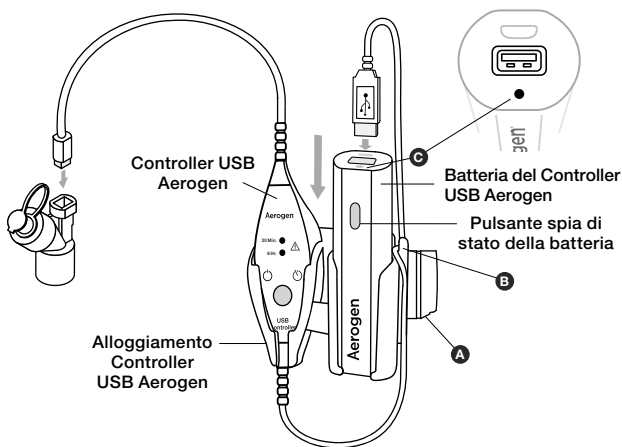

Figura 8. Montaggio alloggiamento e batteria del Controller USB Aerogen
2. Collegare l'alloggiamento del Controller USB Aerogen alla staffa di montaggio universale (Punto A) come mostrato nella Figura 8.
5. Far scorrere il Controller USB Aerogen dall'alto verso il basso nella sezione sul lato sinistro dell'alloggiamento del Controller USB Aerogen e la batteria del Controller USB Aerogen verso il basso nella sezione sul lato destro dell'alloggiamento del Controller USB Aerogen come mostrato nella Figura 8. Assicurarsi che il logo Aerogen sulla batteria del Controller USB Aerogen sia rivolto in avanti.
6. Inserire i cavi nei supporti presenti sul lato dell'alloggiamento del Controller USB Aerogen per fissarli in posizione come mostrato nella Figura 8. Avvolgere il cavo in eccesso intorno all'alloggiamento del Controller USB Aerogen (punto B).
- Una spia rossa lampeggiante (punto C nella Figura 8) sulla batteria del Controller USB Aerogen indica che la batteria è quasi del tutto scarica e deve essere ricaricata.